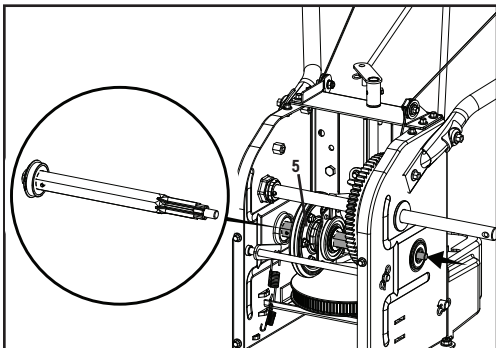

Figure 47
5. Positionnez prudemment l'arbre hexagonal vers le bas et la gauche avant d'enlever l'assemblage du disque d'embrayage (5) de l'arbre en le faisant glisser prudemment. (figure 47).